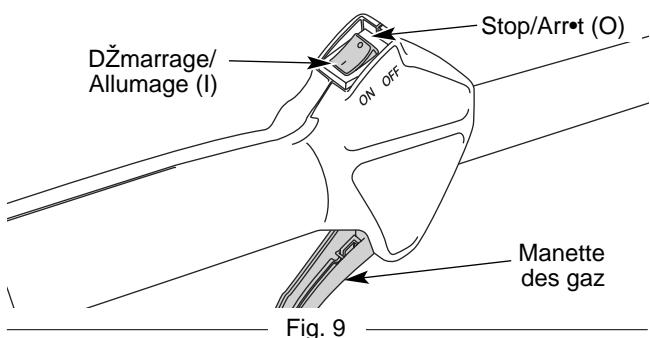

Fig. 9
REMARQUE : Il n'est pas nécessaire de faire démarrer la machine. La commande On/Off (Arrêt/Marche) est en position ON (I) en permanence (Fig. 9).
2. Appuyez sur la commande Marche/Arrêt Stop et maintenez-la en position ARRÊT(O) jusqu'à ce que le moteur s'arrête complètement (Fig. 9).